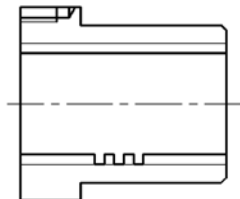

图 8-99 修剪结果
24) 修剪图形。单击“修剪”按钮，将多余的部分修剪掉，修剪结果如图 8-99 所示。